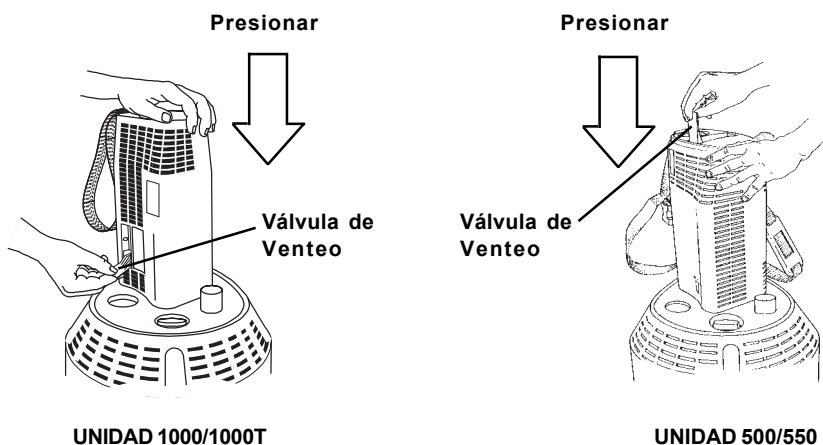

Figura 11
6. Mientras sostiene la unidad portátil en la posición de llenado, mueva la válvula de venteo a la posición de apertura (90° en relación con la posición normal). Se producirá un silbido bastante alto. *(Figura 11)*. **NOTA:** Tome nota de la hora al comienzo del llenado.